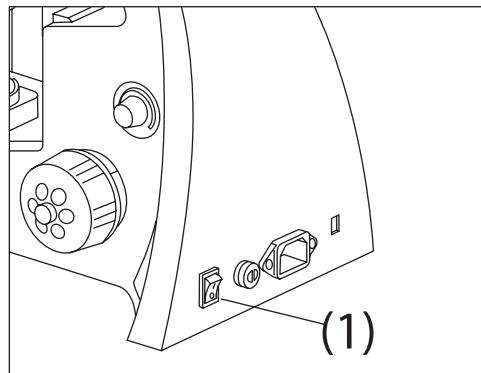
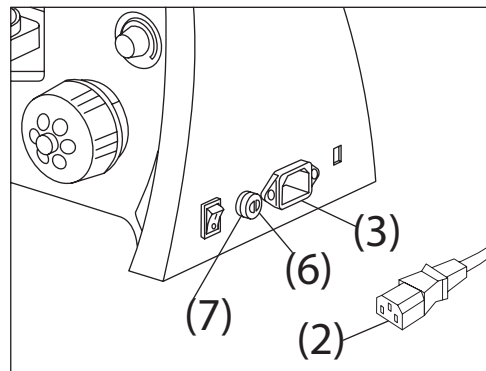

Figura 14.
Figura 17.
a) Coloque el interruptor principal (1) en la posición "O" (apagado) antes de conectar el cable de alimentación (Figura 14).
Recuerde colocar el interruptor principal (1) (Figura 14) en la posición “O” (APAGADO) y desconectar el cable de alimentación antes de reemplazar el fusible. Gire el fusible (6) para extraerlo del portafusibles (7) con un destornillador plano, reemplácelo por uno nuevo y vuelva a colocarlo en su portafusibles (Figura 17).